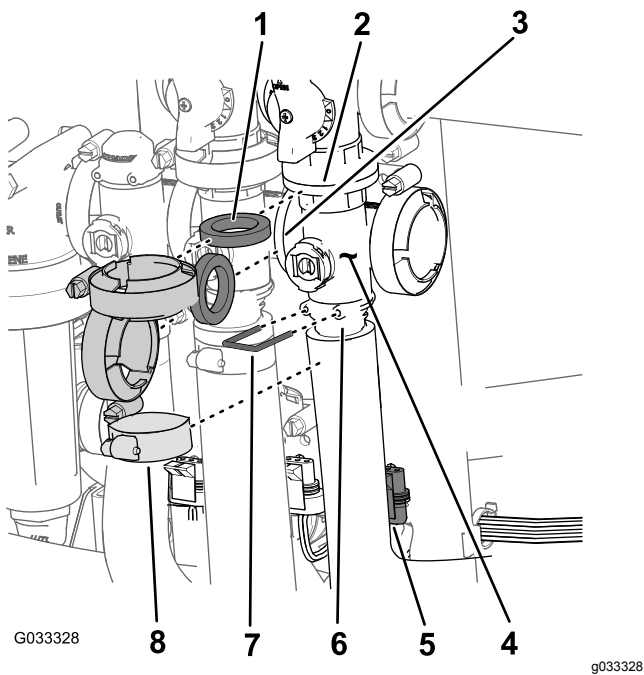

Figura 66
1. Retire las abrazaderas y las juntas que sujetan el distribuidor de la válvula maestra (Figura 66) a la válvula de desvío de la válvula maestra, la válvula de agitación y el distribuidor de la válvula maestra (en el extremo de la manguera del caudalímetro).
2. Retire la horquilla de retención que sujeta el conector de salida al distribuidor de la válvula maestra (Figura 66).